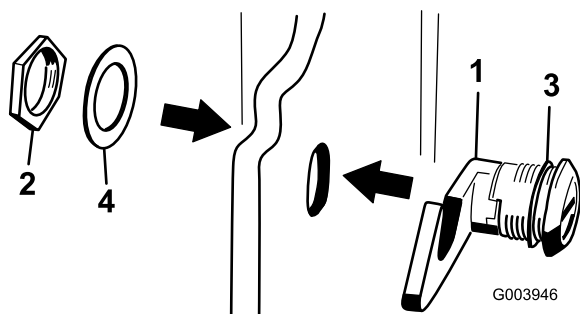

図 16
3. フード・ラッチ・アセンブリからナットを取り外す（図 16）。